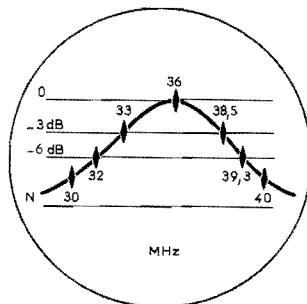

Fig. 36. — L_1 ajoutée ici son effet.
f) Après avoir ôté la résistance d'amortissement de 100Ω , la bobine L_1 est ajustée pour centrer maintenant la courbe sur 36 MHz (voir Fig. 36).